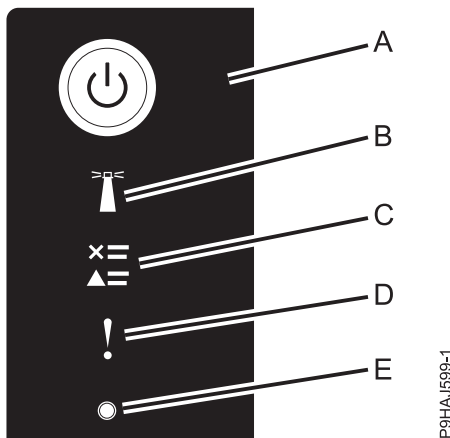

Figura 24. LED de panel de control
- El LED de alimentación (A), tal como se muestra en la figura siguiente, parpadea.
3. Pulse el botón de encendido (A) en el panel de control, tal como se muestra en la Figura 24.